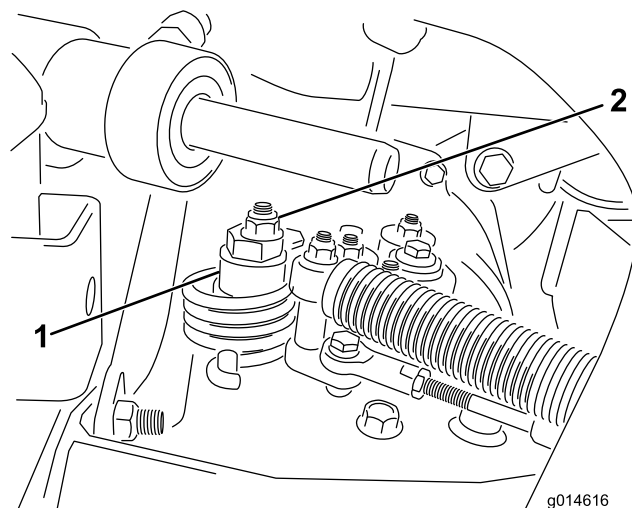

Figura 43
- A. Liberte a porca que fixa o disco excêntrico ao cimo do hidróstato (**Figura 43**).
- C. Rode o disco excêntrico até eliminar a deslocação em qualquer um dos sentidos. Quando a roda deixar de rodar, aperte a porca, bloqueando deste modo o disco excêntrico e fixando a posição de ajuste (**Figura 43**). Verifique se o ajuste é o adequado colocando o acelerador nas posições LENTO e RÁPIDO.